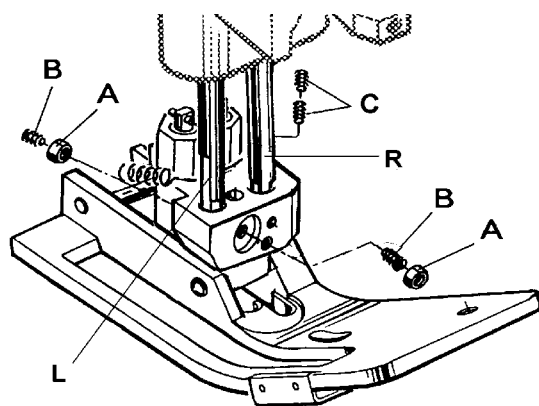

Fig. 16
Remove the needle and rotate handwheel until the feed dog is below the throat plate. Depress the presser foot lifter lever and insert the presser foot in the two presser bars (L and R, Fig. 16). The left presser bar (L) should only engage with its pivot in the opening of the presser foot shank.
Loosen the two lock nuts (A, Fig. 16) and align with the two set screws (B), the needle slot in the presser foot with the needle slot in the throat plate. Secure this setting with the two lock nuts (A).
Remueva la aguja y gire el volante hasta que el alimentador se encuentre debajo de la placa de la aguja. Presione la palanca del levantador del pie prensateclas e inserte el pie prensateclas en las barras (L y R, Fig. 16). La barra izquierda (L) debería entrar solamente con el pivote en la apertura del pie prensateclas.
Afloje las dos tuercas (A, Fig. 16) y alinee con los dos tornillos (B) el hueco de la aguja en el pie prensa tela contra el hueco de la aguja en la placa de la aguja. Asegure este ajuste con los dos tornillos (A).